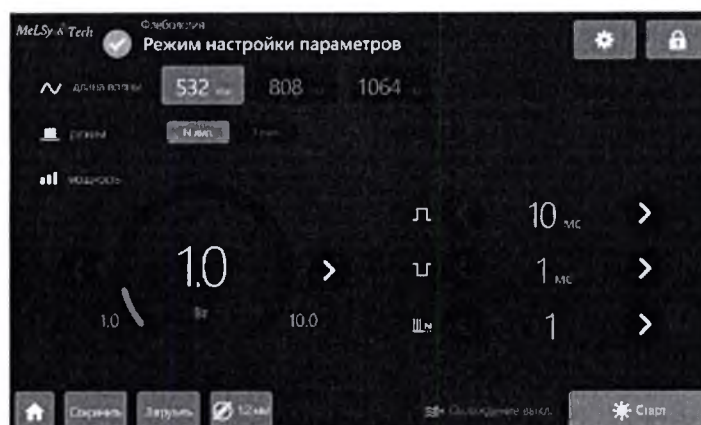

Рис. 3.63 – Основное меню программы при выборе типа лечения «Флебология»
3.7.8.2 После выбора типа лечения «Флебология» на экране появляется основное меню программы соответствующее данному типу лечения (рис. 3.63).